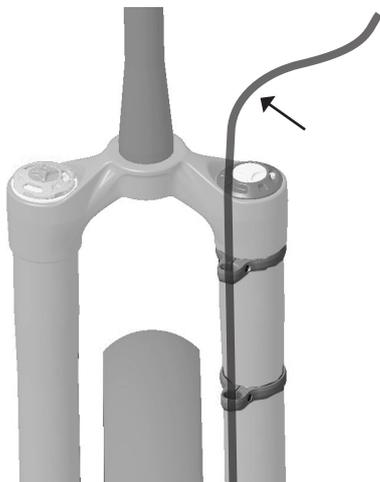
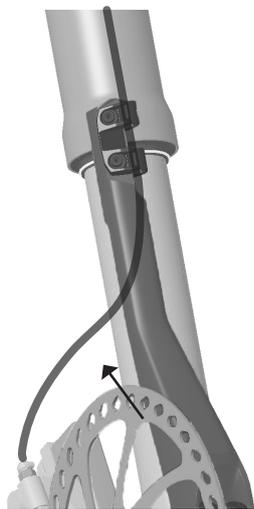

图 16: 上刹车油管导槽上方有足够的油管长度
图 17: 刹车油管穿过刹车油管导槽并进入桅杆的完整视图
5. 确认上刹车导槽至刹车手柄的刹车油管长度充足(图 16)。确认刹车油管卡扣和刹车钳之间的刹车油管呈平滑弧形(图 17)。在前叉压缩过程中, 刹车油管的各段不得受挤压。